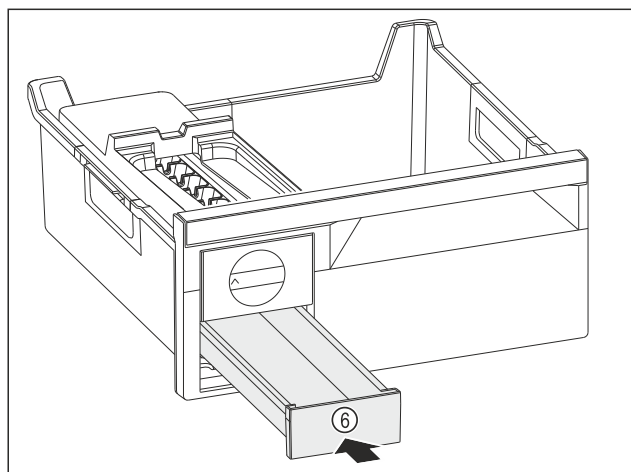

Fig. 96
- Вкарайте чекмеджето за ледени кубчета Fig. 96 (6).